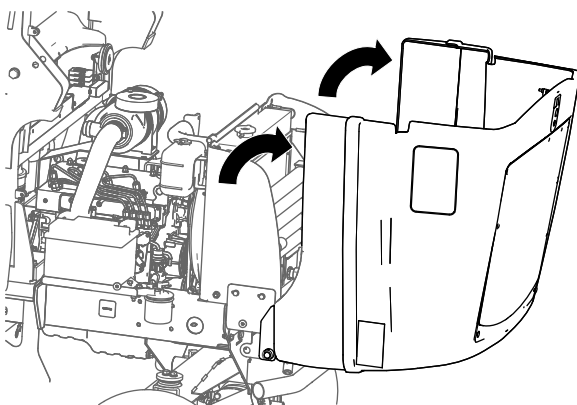

Figure 3
3. Faites pivoter prudemment le capot vers l'arrière et vers le bas (Figure 3).